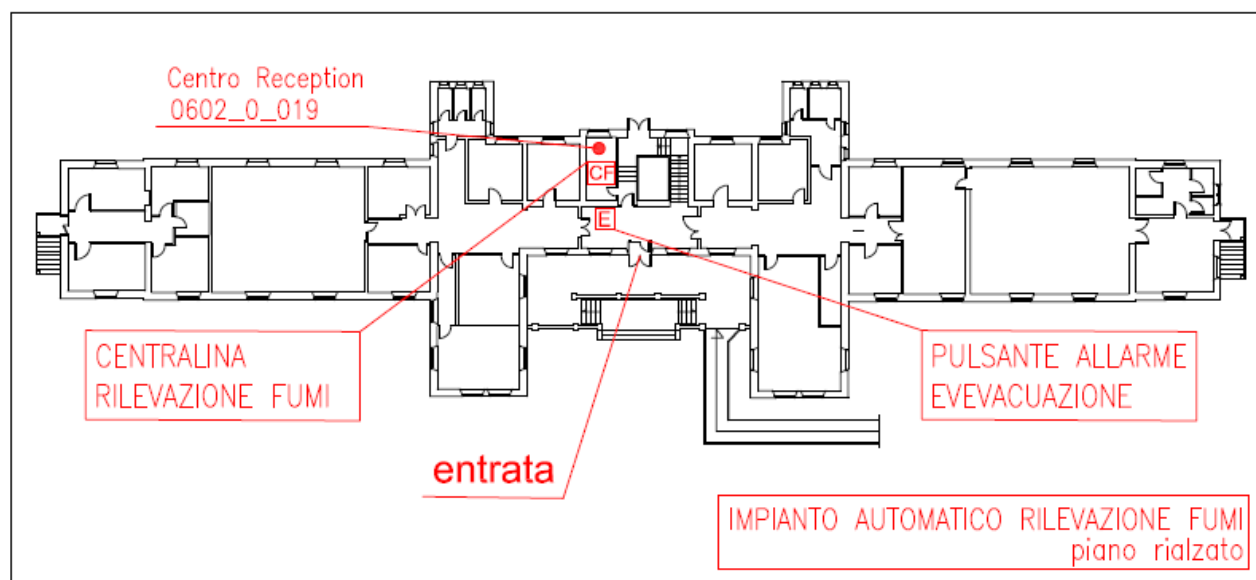

Figura 1. Impianti gestione emergenze.
La struttura è dotata di un sistema di allarme automatico per la rilevazione e segnalazione di incendi. L'impianto è costituito da una centrale di comando ubicata nel corridoio al piano rialzato (locale 0602\_0\_019, vedi p.to 3.3 – Figura 1), da rilevatori di fumo (nei locali previsti dalla norma), da pulsanti manuali e da targhe ottico/acustiche lungo tutti i corridoi e lungo le vie di fuga.
E' inoltre presente un impianto dedicato all'evacuazione che aziona un **suono continuo** delle targhe ottico/acustiche azionabile premendo il pulsante posto nell'atrio al piano rialzato (locale 0602\_0\_019, vedi p.to 3.3 – Figura 1).
Per la gestione dell'evacuazione dell'intero Edificio bisogna attivare il pulsante dedicato all'evacuazione posizionato nell'atrio al piano rialzato (vedi p.to 3.3 – Figura 1); all'attivazione dell'impianto **tutte** le targhe ottico/acustiche dell'Edificio iniziano ad emettere un **suono continuo**.
- effettua la chiamata ai **Vigili del Fuoco (115)** e se necessario **dell'autoambulanza (118)**;
- ordina l'evacuazione dell'edificio (**suono continuo** delle targhe ottico/acustiche) attivando il pulsante per l'evacuazione posto nell'atrio al piano rialzato (vedi p.to 3.3 – Figura 1);
Al suono alternato delle targhe, il Coordinatore e/o gli Addetti antincendio, verificano la causa che ha dato origine al segnale di allarme controllando nella centrale di comando la zona in emergenza (vedi p.to 3.3 – Figura 1).